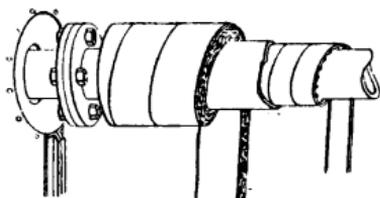

Fig. 105.
**Calorifuges** (fig. 105). — Matières isolantes prévenant la dispersion de la chaleur, ou sauvant les corps froids du calorique qui les enveloppe. Les calorifuges s'appliquent sur les conduites, les récipients de vapeurs, les appareils qui produisent le froid, la glace. Ce sont des déchets de feutre, des bandes de toile recouvertes d'un enduit, des enveloppes de liège, de l'amiante avec laine minérale, des revêtements métalliques pour cylindres à vapeur, dômes de chaudières ménageant une couche d'air isolatrice.